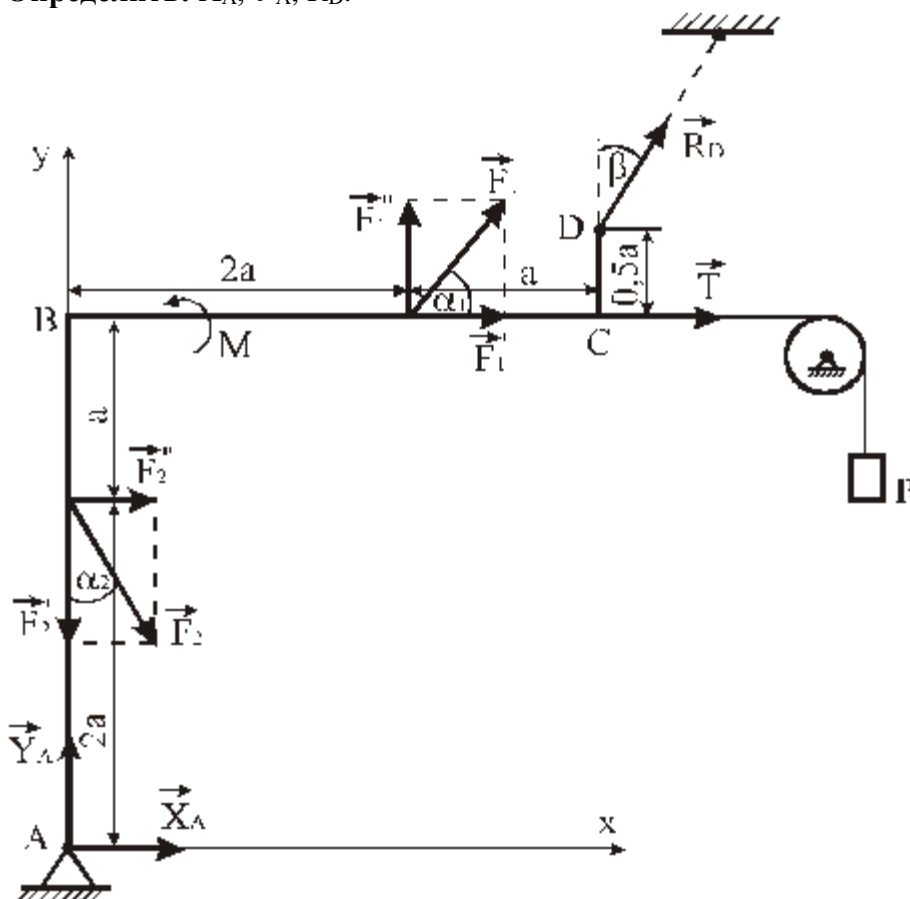

Рис. 20
**Пример 8.** Жесткая рама  $ABCD$  (рис.20) имеет в т.  $A$  неподвижную шарнирную опору, а т.  $D$  прикреплена к невесомому стержню. В т.  $C$  к раме привязан трос, перекинутый через блок и несущий на конце груз весом  $P=20$  кН. На раму действует пара сил с моментом  $M=75$  кНм